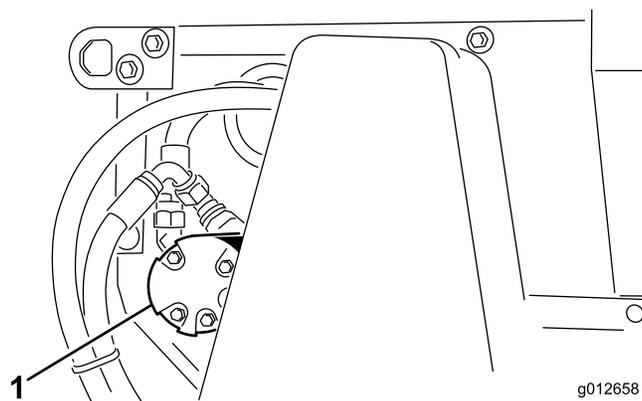

Рисунок 30
2. Ослабьте гайку крепления электродвигателя щетки (Рисунок 30) на левой стороне машины.